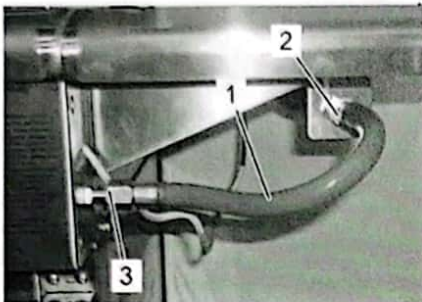

Abb. 1
1. Gasschlauch (Abb. 1/1) für Seitenbrenner bereithalten.
2. Gasschlauch auf den Gasanschluss rechts am Bedienpanel drehend aufschieben (Abb. 1/3).
3. Das andere Ende des Gasschlauchs an den Gasanschluss des Seitenbrenners drehend aufschieben (Abb. 1/2).
4. Beide Schlauchenden (Abb. 1/2 und 3) mit einem Maulschlüssel festziehen.